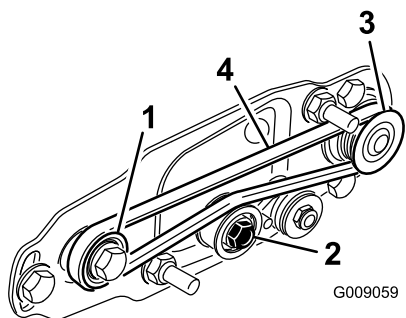

図 41
- **受動** プーリにベルトを回しかけ、次にアイドルプーリに上からベルトを掛ける 図 41。
- **駆動** プーリを回してベルトを回転させる 図 41。